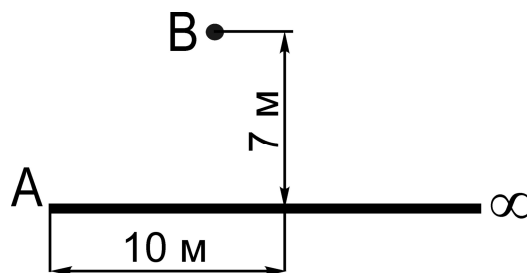

Рис. 6.
2. В воздухе находится полубесконечный, прямолинейный вихрь интенсивностью  $150 \text{ м}^2/\text{с}$ . Определить вихревое влияние в точке В, расположенной как показано на рис. 6.